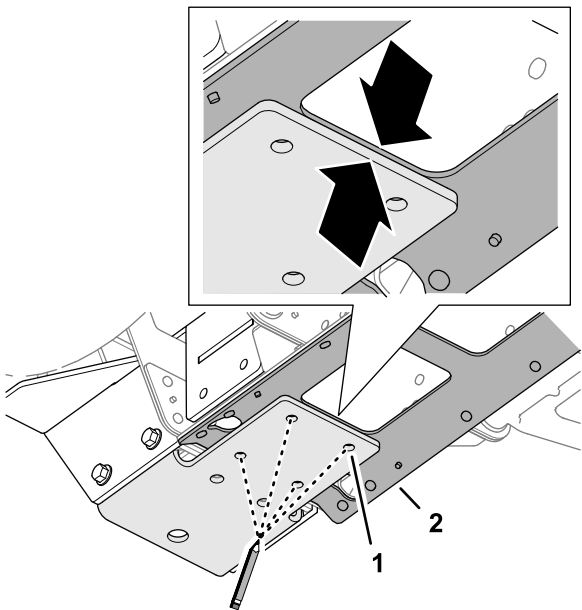

图 50
3. 将底部支架的最后边缘与中心槽板检修孔的边缘对齐图 50。
4. 如图 50 所示将底部支架 4 个孔的位置标记到中心槽板上。